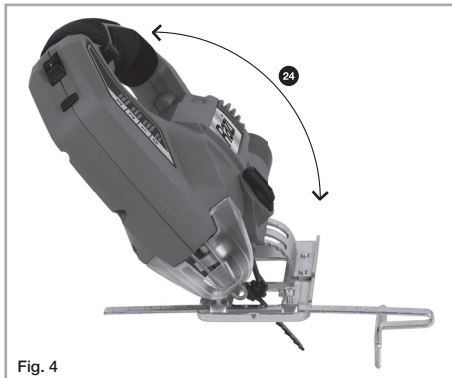

Fig. 4
3. Ajuste a Sapata para o ângulo necessário usando o medidor de chanfro (24) (Fig. 4).